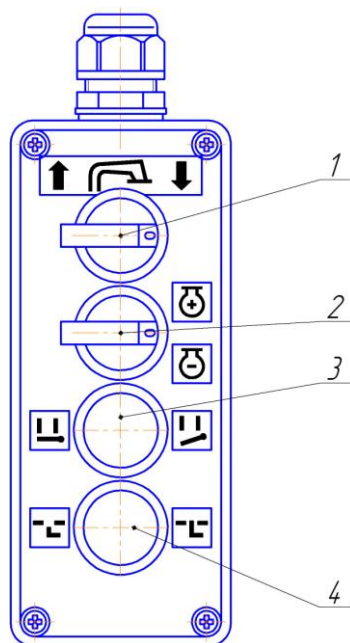

Рисунок 12. Пульт дистанционный.
Дистанционный пульт (рис. 12) управления представляет собой пластмассовую коробку, в которой вмонтированы два переключателя SA6, SA7, и два выключателя SA2, SA3.
- вывернуть на 3-4 оборота винт стопорный (2);
- вывернуть на 3-4 оборота винт регулировочный (1);
- установить переключатель управления 4^х-ходового крана (5) (рисунок 12) в положение **"Нагнетание"**;
- открыть клапан всасывающей трубы выключателем (6) (рисунок 12) на дистанционном пульте, заполнение цистерны контролировать по смотровым окнам;